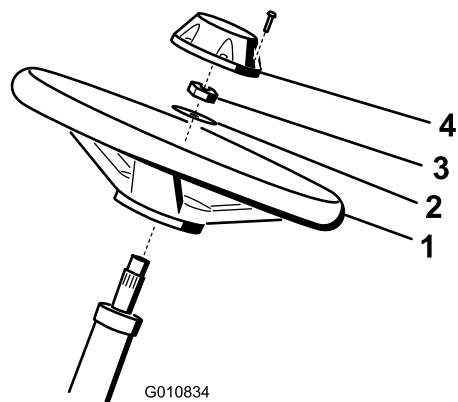

图3
1. 将方向盘滑入转向轴（图3）。
2. 将垫圈滑入转向轴（图3）。
3. 使用锁紧螺母将方向盘固定到转向轴上、旋紧至  $27 \sim 35 \text{N} \cdot \text{m}$ （图3）。
4. 将中心盖安装到方向盘上, 并用螺丝固定（图3）。